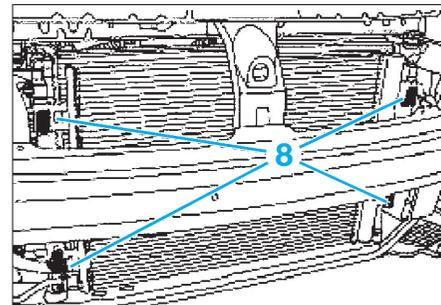

Fig. 11
- Dégraffer le condenseur en (8) (Fig.11).